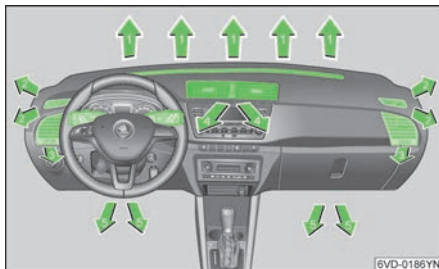

图 86
- 根据个人需求调整出风口 3 和 4，» 图 86，见第 49 页。